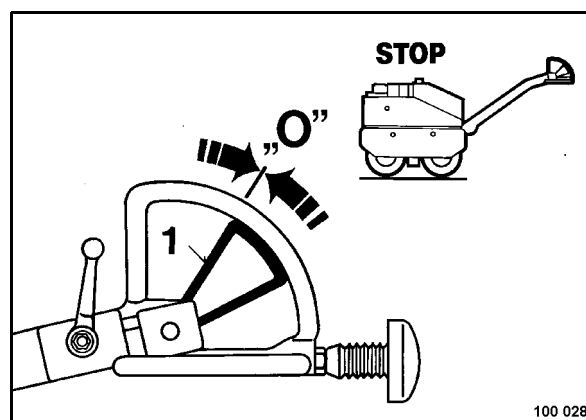

Fig. 36
- Soltar la palanca de marcha (1) (Fig. 36) poco a poco.